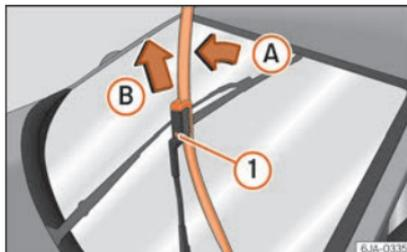

Fig. 70 Las escobillas de los limpiaparabrisas.
- Retire el brazo del limpiaparabrisas desde el cristal moviendo ligeramente la escobilla en el sentido del brazo – flecha (A) »» fig. 70.
- Con la otra mano desbloquee el seguro ① y saque la escobilla en el sentido de la flecha (B).